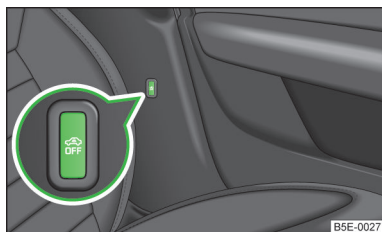

Fig. 16
- Apăsăți tasta  » fig. 16 de pe stâlpul central de pe partea șoferului, în tastă se modifică iluminarea simbolului  din roșu în portocaliu.